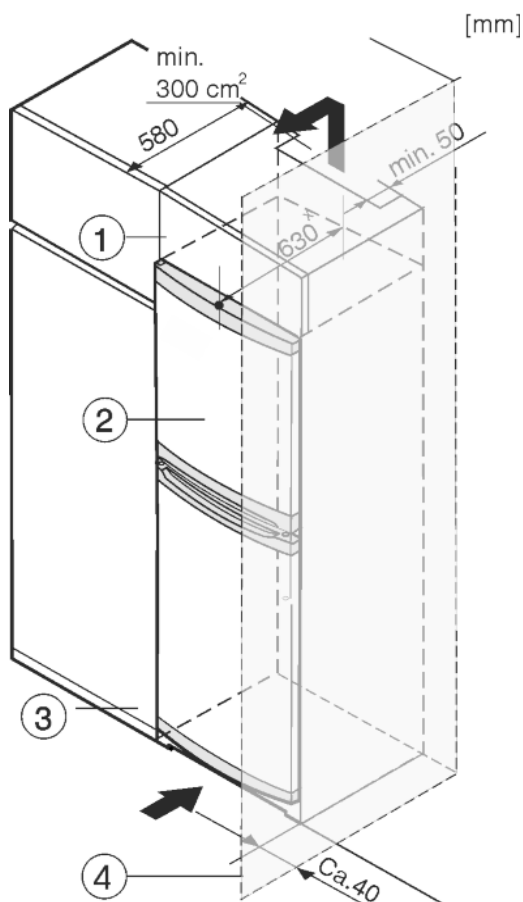

Fig. 8
L'appareil peut être réagencé avec des buffets de cuisine. Pour adapter l'appareil Fig. 8 (2) à la hauteur du coin cuisine, une rehausse Fig. 8 (1) peut être posée sur l'appareil.
Lors de la transformation avec des placards de cuisine (profondeur max. 580 mm), l'appareil peut être placé directement à côté du placard de cuisine Fig. 8 (3). L'appareil dépasse latéralement de 34 mm × et de 50 mm × au centre de l'appareil par rapport à la face avant du placard de cuisine.
Si l'appareil est installé avec les charnières à côté d'un mur *Fig. 8 (4)*, la distance entre l'appareil et le mur doit être de 40 mm min. Ceci correspond à la saillie de la poignée lorsque la porte est ouverte.